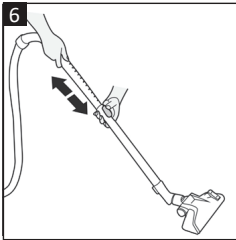

Fig. 6
- Faites glisser le bouton de déverrouillage du tube télescopique (20) dans le sens de la flèche indiquée sur le bouton et maintenez-le pendant que vous réglez le tube télescopique sur la longueur souhaitée (Fig. 6).